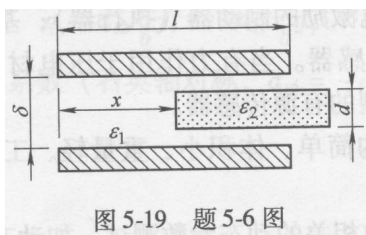

图 5-19 题 5-6 图
5.6 试推导图 5-19 所示变介质型电容式位移传感器的特性方程 $C=f(x)$ 。设真空的介电常数为 ϵ_0 ，图中 $\epsilon_2 > \epsilon_1$ ，极板宽度为 W 。其他参数如图 5-19 所示。